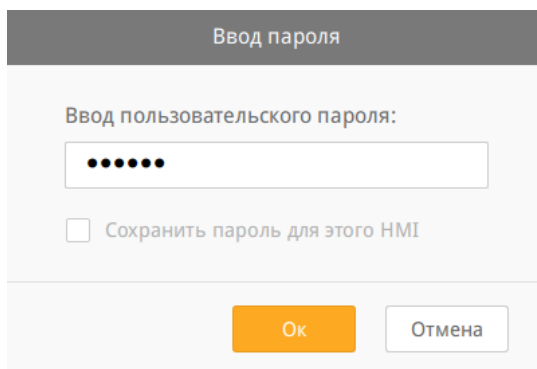

Рисунок 8.5 – Поле ввода пароля ПО cMT Viewer
4. Будет выведен запрос на ввод пароля (рисунок 8.5) (по умолчанию: 111111). После ввода пароля в поле «Ввод пользовательского пароля:» нажать кнопку «ОК».
9. После ввода имени или IP-адреса панели оператора БС будет выведен запрос на ввод пароля (рисунок 8.5) (по умолчанию: 111111). После ввода пароля в поле «Ввод пользовательского пароля:» нажать кнопку «ОК».